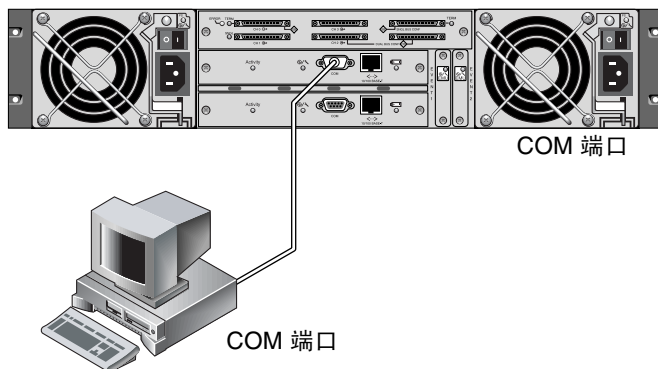

图 5-3 本地连接到工作站串口的 RAID 阵列 COM 端口
1. 将 RAID 阵列 COM 端口连接到 Solaris 工作站的串口，如图 5-3 所示。